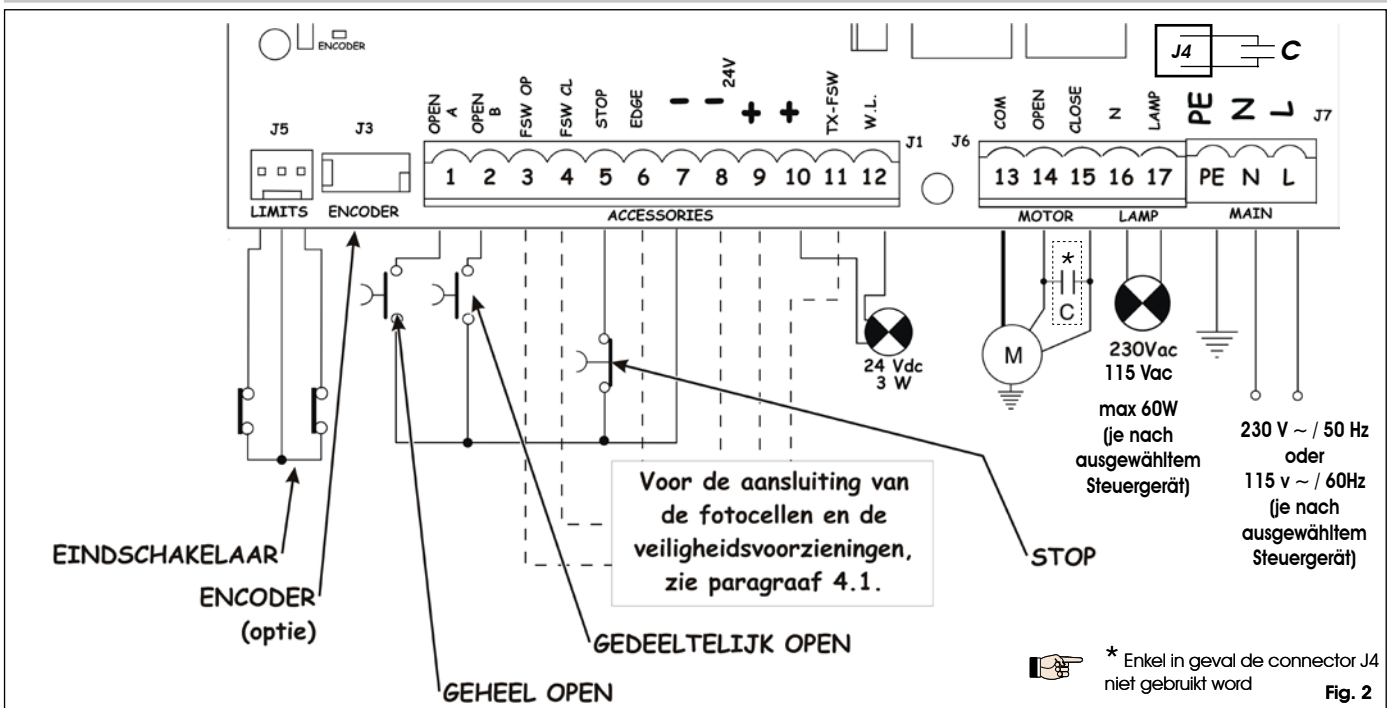

Fig. 2
4.2. Klemmenbord J7 - Voeding (fig. 2)	pag.54
4.3. Klemmenbord J6 - Motoren en waarschuwinglamp (fig. 2)	pag.54
4.4. Klemmenbord J1 - Accessoires (fig. 2)	pag.54
4.6. Connettore J6 - Innesto rapido Finecorsa (fig. 2)	pag.55
4.7. Connector J3- Snelkoppeling Encoder (fig. 2)	pag.55
Sluit de aardkabel aan op de daarvoor bestemde klem op de connector J7 van de apparatuur (zie fig. 2).
#### 4.2. Klemmenbord J7 - Voeding (fig. 2)
#### 4.3. Klemmenbord J6 - Motoren en waarschuwingslamp (fig. 2)
#### 4.4. Klemmenbord J1 - Accessoires (fig. 2)
#### 4.6. Connettore J6 - Innesso rapido Finecorsa (fig. 2)
Connector J6 - Snelkoppeling eindschakelaar (fig. 2)
Deze ingang is geschikt voor snelle aansluiting van de eindschakelaars bij opening en sluiting, die de vleugel kunnen laten stoppen of de verlangzaming of de remming kunnen laten beginnen (zie geavanceerde programmering, par. 5.2). Bij motorvertragingen waarin de besturingseenheid ingebouwd is, is deze verbinding al standaard voorbekabeld (fig. 2). Voor de richting waarin de vleugel geopend wordt, zie de geavanceerde programmering par. 5.2.
#### 4.7. Connector J3- Snelkoppeling Encoder (fig. 2)